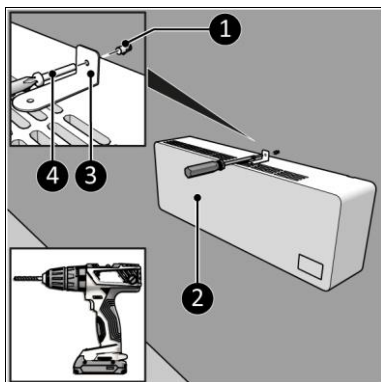

Figure 9
10. Placez le support accompagnant le produit sur le dessus du chauffage (figure 9, pos.2 ) avec le côté court contre le mur.
13. Percez un trou à l'endroit marqué et insérez une cheville (figure 9, pos. 3).